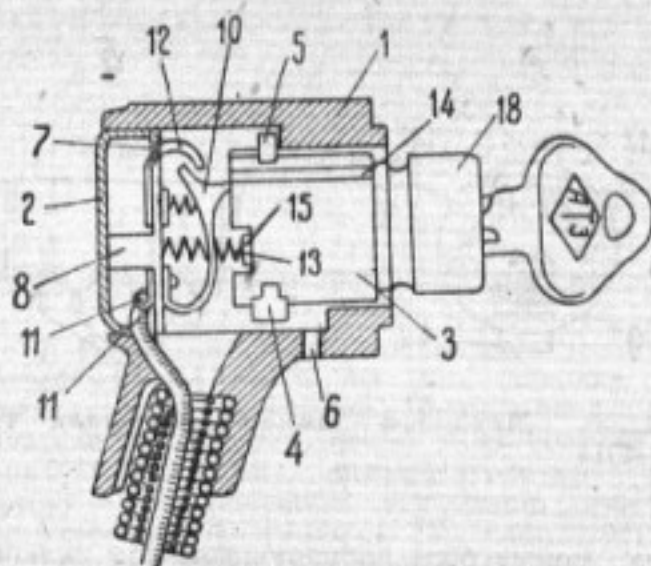

Рис. 4. Выключатель зажигания типа 3Ф-4514 в разрезе (выключенное состояние)
1) Вставить ключ в замок выключателя и, повернув его, поставить в положение включенного зажигания. При этом кнопка 4 (рис. 4) сойдет с отверстием 6, расположенным в нижней части корпуса замка.
а) удалить заднюю стенку 2 замка-выключателя зажигания (рис. 4). Для этого необходимо разбортовать корпус 1 выключателя и легкими ударами с внутренней стороны, по направлению упорного выступа 8, выколачивать стенку.
В корпусе замка-выключателя 1 (рис. 4) нужно просверлить отверстие диаметром 2—2,5 мм (см. разметку на рис. 6).